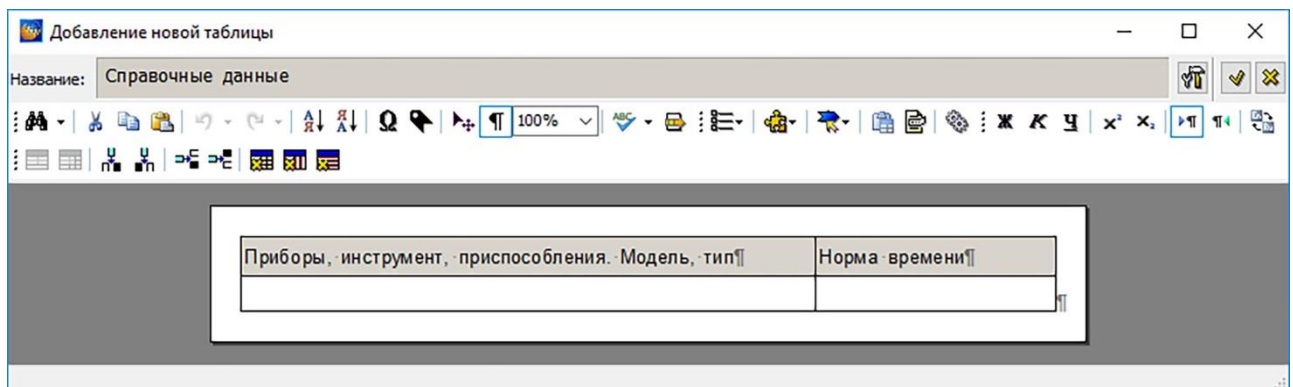

Рисунок 591
7) Закройте окно **Просмотр таблицы**. В диалоговом окне **Свойства таблицы** нажмите на кнопку **Применить**. При этом появится диалоговое окно **Добавление новой таблицы** (рисунок 591). Инструменты диалогового окна «Добавление новой таблицы» рассмотрены в разделе 15.6.9.9 «Инструменты диалогового окна «Добавление новой таблицы»».